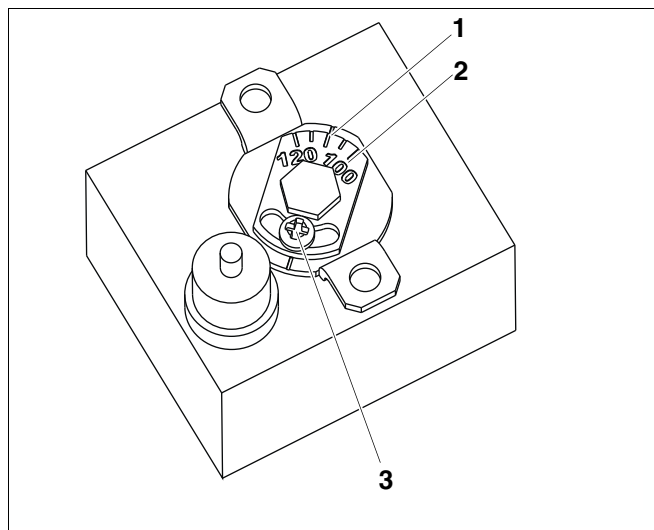
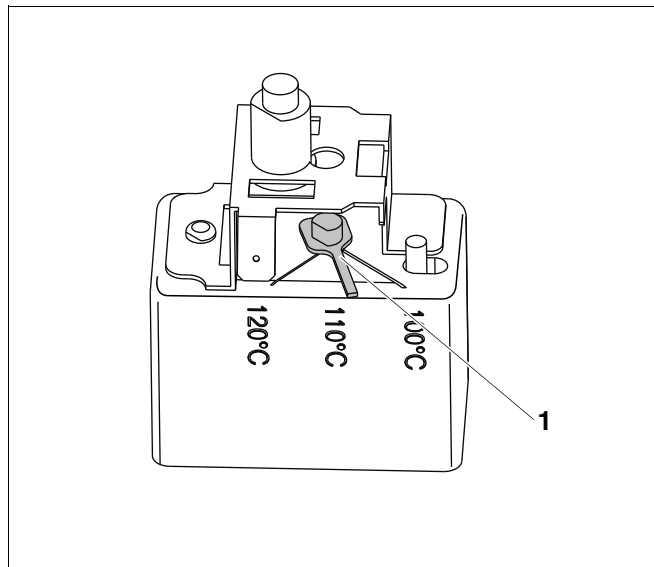

Рис. 61 STB, вариант А
Рис. 62 STB, вариант В
- Сначала нужно определить вариант установленного предохранительного ограничителя температуры (см. рис. 61 и рис. 62).
Вариант А (рис. 61)
- Ослабить винт (рис. 61, **поз. 3**).
- Пластину с температурной шкалой (рис. 61, **поз. 2**) установить на нужную температуру (рис. 61, **поз. 1**).
- Затянуть винт (рис. 61, **поз. 3**).
Вариант В (рис. 62)
- Установить рычажок (рис. 62, **поз. 1**) на нужную температуру.